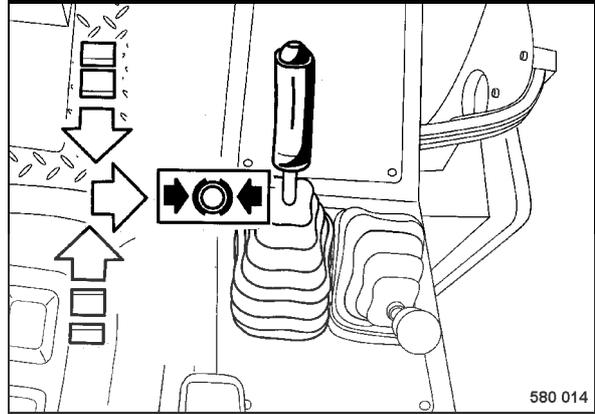

fig. 38
- Actionner lentement le levier de commande de marche (fig. 38) en position "Neutre" et en-cranter le levier vers la droite en position de freinage.